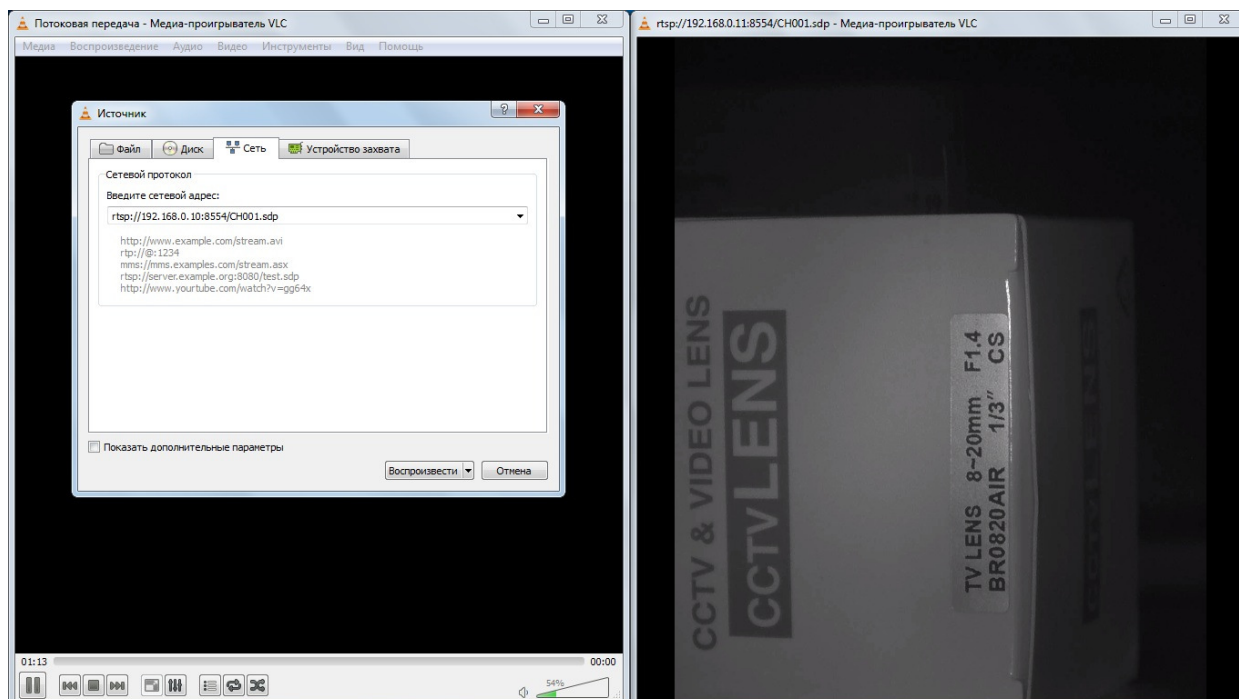

Рисунок 16 – Вкладка «Сеть».
- 4) В открывшейся вкладке (см. рис. 16) необходимо ввести сетевой адрес необходимой видеокамеры. Предусмотрены следующие сетевые адреса для камер: